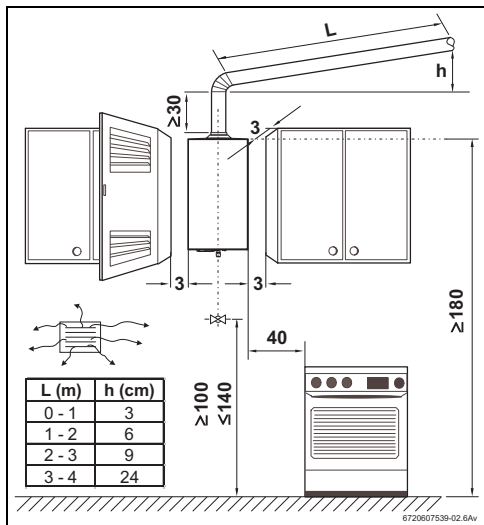

Fig. 9 Distanze minime
- Attenersi scrupolosamente a leggi e normative vigenti (UNI-CIG 7129, UNI-CIG 7131) e ad eventuali disposizioni locali riguardanti l'installazione di apparecchiature a gas e l'evacuazione dei gas combusti. Misure d'installazione, vedi Fig. 9.
- Rispettare le distanze minime d'installazione (vedere Fig. 9).